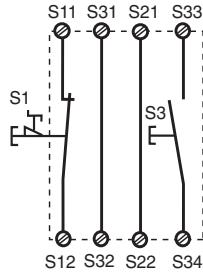

Fig. 3: Circuito de entrada monocanal, rearne manual/Circuito di ingresso monocanale, start manuale/Eenkanalig ingangscircuit, handmatigestart
- Fig. 3, 4, 5, 6:
- Fig. 3, 4, 5, 6, 8: